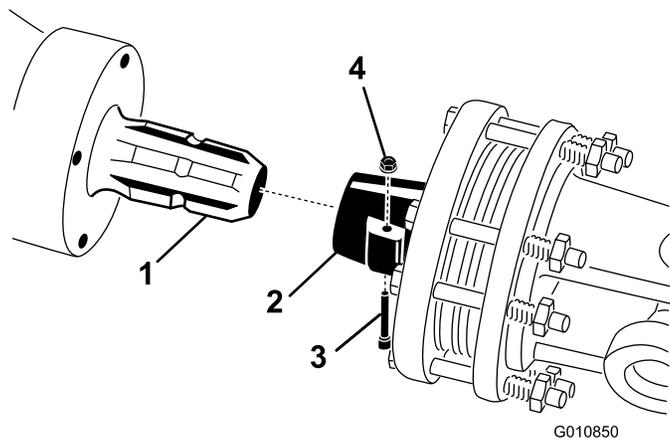

Figura 19
1. Togliete il perno e il dado dall'albero della presa di forza (Figura 19).
2. Collegate l'innesto dell'albero della presa di forza all'albero della trasmissione dell'arieggiatore per mezzo del perno e del dado precedentemente rimossi (Figura 19). Vi è un unico senso di inserimento del perno.